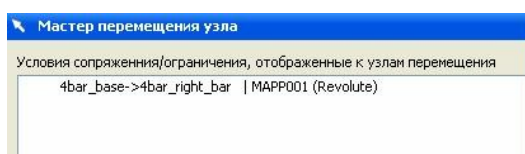
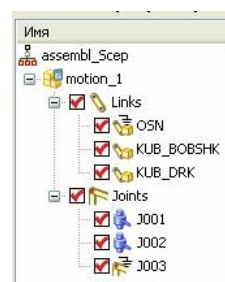

рис.24
рис.25
•Если бы мы в свое время, ещё в *статической сборке* назначили какие-либо *ограничения сборки*, то система попыталась бы самостоятельно превратить их в кинематические пары. В этом случае система выдала бы сообщение как на рис.24.
Внизу сообщения рис.24 есть кнопки **ОК** и **ОТМЕНА**. Если вы нажмете **ОК**, то примете все преобразованные кинематические пары. И в этом случае в *навигаторе перемещений* появятся сразу разделы **Links** и **Joints** (рис.25), в которых система все детали превратила в Links, а все кинематические пары в Joints.